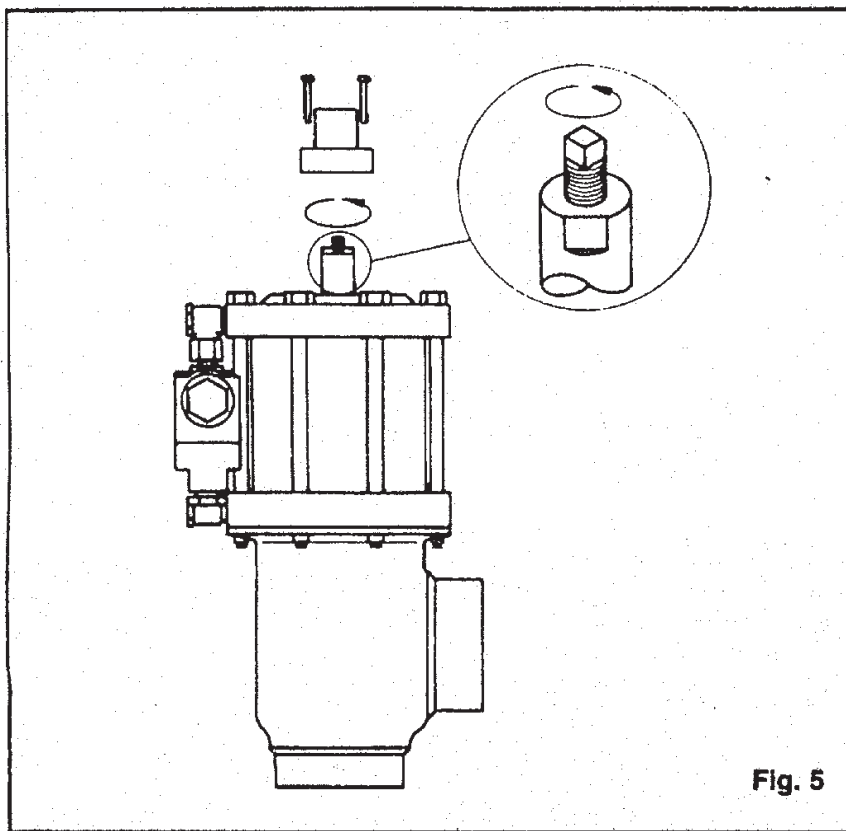

Fig. 5
In case of power loss the GPS valve will close (NC). The valves without forced closing device can be opened by hand, if the cap is removed and the spindle is turned anti-clockwise. To close the valve, turn the spindle clockwise. The spindle must be screwed to the lowest possible position during normal operation (Fig. 5).
Ved strømsvigt lukker GPS ventilen (NC). Ventileme uden tvangslukningsmekanisme kan åbnes ved håndkraft, hvis hæften fjernes, og spindlen drejes mod uret. Ventilen lukkes ved at dreje spindlen med uret. Spindlen skal være skruet i lavest mulige position under normal drift (Fig. 5).
En caso de corte de corriente, se cierra la válvula GPS (NC). Las válvulas sin dispositivo de cierre forzado pueden abrirse con la mano, desmontando la caperuza y haciendo girar el vástago en el sentido contrario a las agujas del reloj. La válvula se cierra girando el vástago en el sentido de las agujas del reloj. El vástago debe estar apretado en la posición más baja posible durante el funcionamiento normal (Fig. 5).